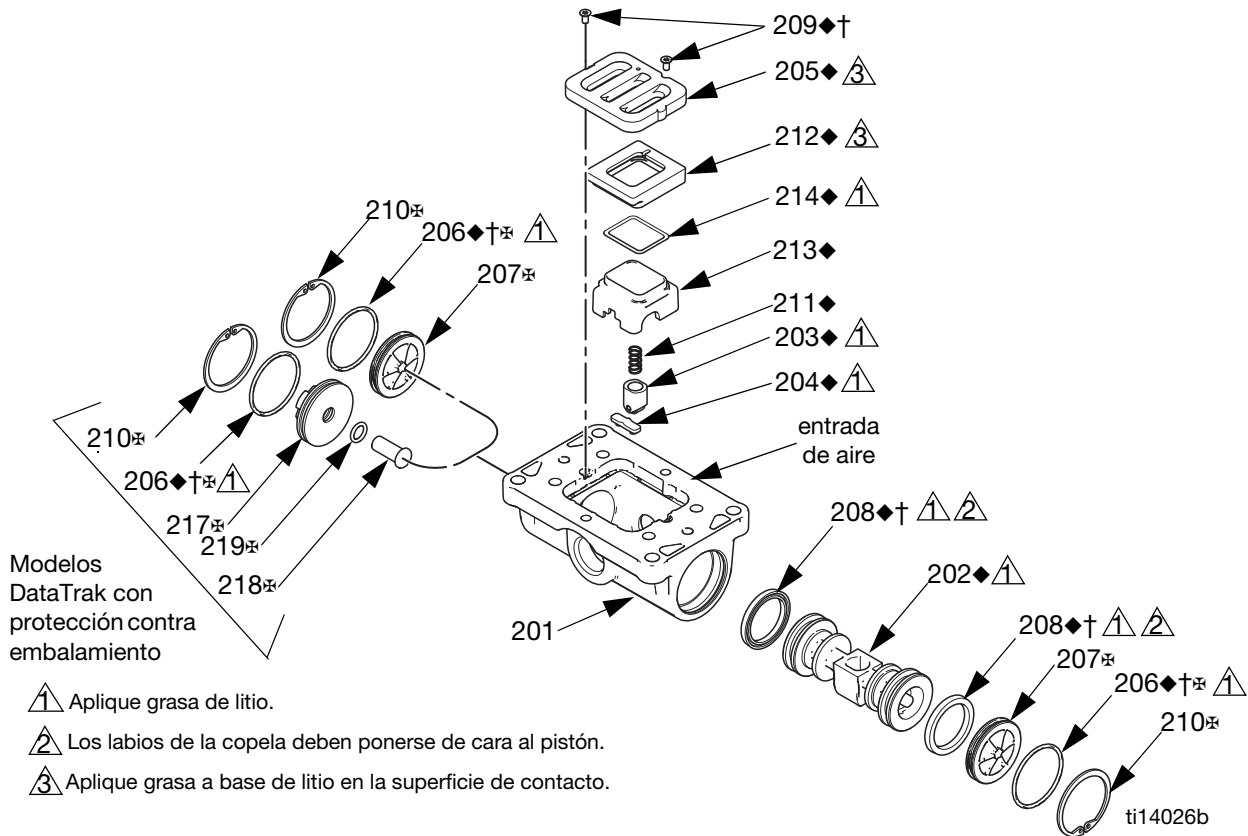

FIG. 4. Conjunto de válvula de aire
2. Vea la sección FIG. 4. Use un destornillador (T8 para centros de aluminio, T9 para centros plásticos) para retirar dos tornillos (209). Retire la placa de la válvula (205), el conjunto del vaso (212-214), el resorte (211) y el conjunto de bloqueador (203).
3. Retire la copa (213) de la base (212). Retire la junta tórica (214) de la copa.
4. Vea la sección FIG. 4. Retire el anillo de retención (210) de los dos extremos de la válvula de aire. Utilice el pistón (202) para sacar las tapas finales (207, 217) de los extremos. Extraiga las juntas tóricas (206). Si el modelo de bomba está equipado con un solenoide de protección de embalamiento, retire también el botón de liberación del solenoide (218) y la junta tórica (219).
5. Retire el cierre de la junta tórica (208) de los dos extremos del pistón (202), luego retire el pistón. Retire la leva del bloqueador (204) de la carcasa de la válvula de aire (201).